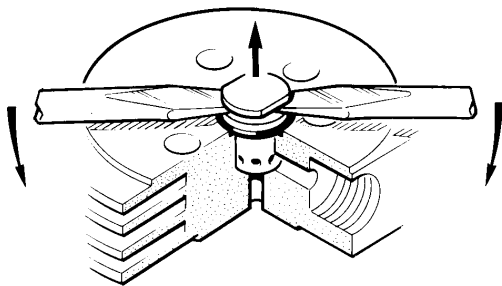

Abb. 39 Démontage du clapet de refoulement du 3e étage
- Desserrer les 2 écrous indesserrables(1) et les rondelles freins (2).
- Enlever la plaque (3).
- Enlever les clapets (4) et (7) à l'aide de deux tournevis, voir Abb. 39.
- Faire le remontage dans l'ordre inverse. Replacer les rondelles frein avec le côté courbe en haut. Serrer les écrous de sorte que la plaque (3) soit parallèle à la culasse. Couple de serrage: 10 Nm (1 kpm).
- Dévisser la vis (1) de plusieurs tours.
- Enlever les vis à six pans creux (7), enlever le couvercle de culasse (6).
- Placer deux tournevis dans la gorge du clapet de refoulement, voir Abb. 39. Si nécessaire, tourner le clapet à l'aide d'une clé de 13 mm pour le desserrer.
- Enlever le clapet de refoulement (3) avec son joint torique (2).